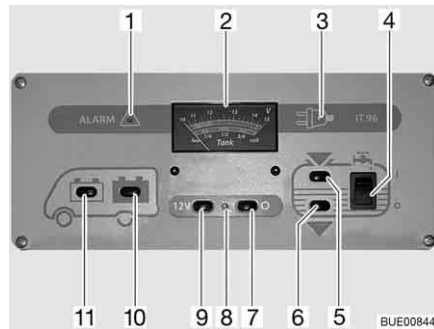

Fig. 154 Panneau de contrôle IT 96-2
L'interrupteur principal 12 V (Fig. 154,7 et 9) établit ou coupe le panneau de contrôle et l'alimentation 12 V de la cellule.
- Appuyer sur le commutateur (Fig. 154,9) "12 V" : L'alimentation 12 V de la cellule est assurée. Le voyant de contrôle (Fig. 154,8) s'allume en vert.
- Appuyer sur le commutateur (Fig. 154,7) "0" : L'alimentation 12 V de la cellule est coupée. Le voyant de contrôle (Fig. 154,8) s'éteint.
Observer sur l'indicateur de charge/de niveau de réservoir (Fig. 154,2), la graduation supérieure. L'indicateur s'éclaire automatiquement dès qu'un commutateur est actionné.
- Appuyer sur le commutateur (Fig. 154,11)  : La tension de la batterie de démarrage est affichée.
- Appuyer sur le commutateur (Fig. 154,10)  : La tension de la batterie de cellule est affichée.
Observer sur l'indicateur de charge/de niveau de réservoir (Fig. 154,2) la graduation inférieure. L'indicateur s'éclaire automatiquement dès qu'un commutateur est actionné.
- Appuyer sur le commutateur (Fig. 154,5)  : Le niveau du réservoir d'eau est affiché.
- Appuyer sur le commutateur (Fig. 154,6)  : Le niveau du réservoir d'eaux usées est affiché.
- Commutateur à bascule (Fig. 154,4) vers le haut "I" : L'alimentation en eau est activée.
- Commutateur à bascule (Fig. 154,4) vers le bas "O" : L'alimentation en eau est désactivée.
Le voyant d'alerte rouge "ALARM" (alarme) (Fig. 154,1) clignote dès que la charge de la batterie de cellule descend en dessous de 11 V (mesurée en marche) et qu'il y a risque de décharge profonde des batteries.
Le voyant de contrôle 12 V (Fig. 154,8) s'allume dès que l'interrupteur principal 12 V (Fig. 154,9) est enclenché.
Le voyant de contrôle jaune 230 V (Fig. 154,3) s'allume si l'arrivée du bloc électrique est sous tension de réseau.